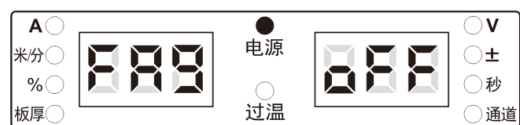

图 4-8 FA9 显示界面
1. 进入内部菜单，调节焊接电源面板旋钮至 FA9，如图 4-8 所示。